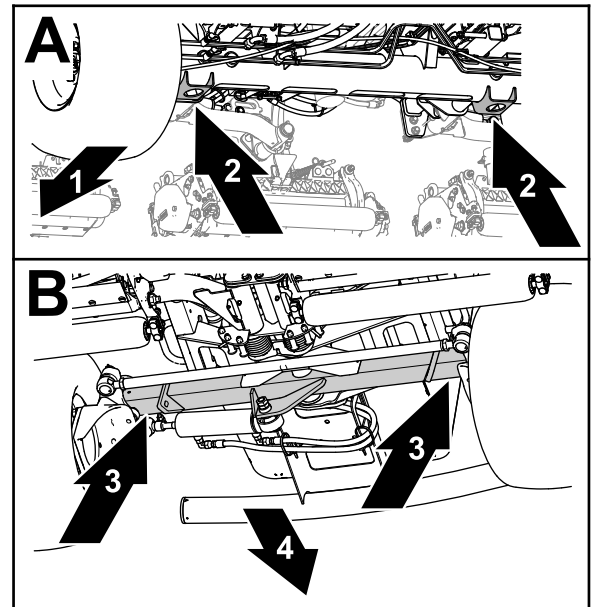

Figura 67
- Delante – los puntos de apoyo del gato del tubo del eje delantero (Figura 67).